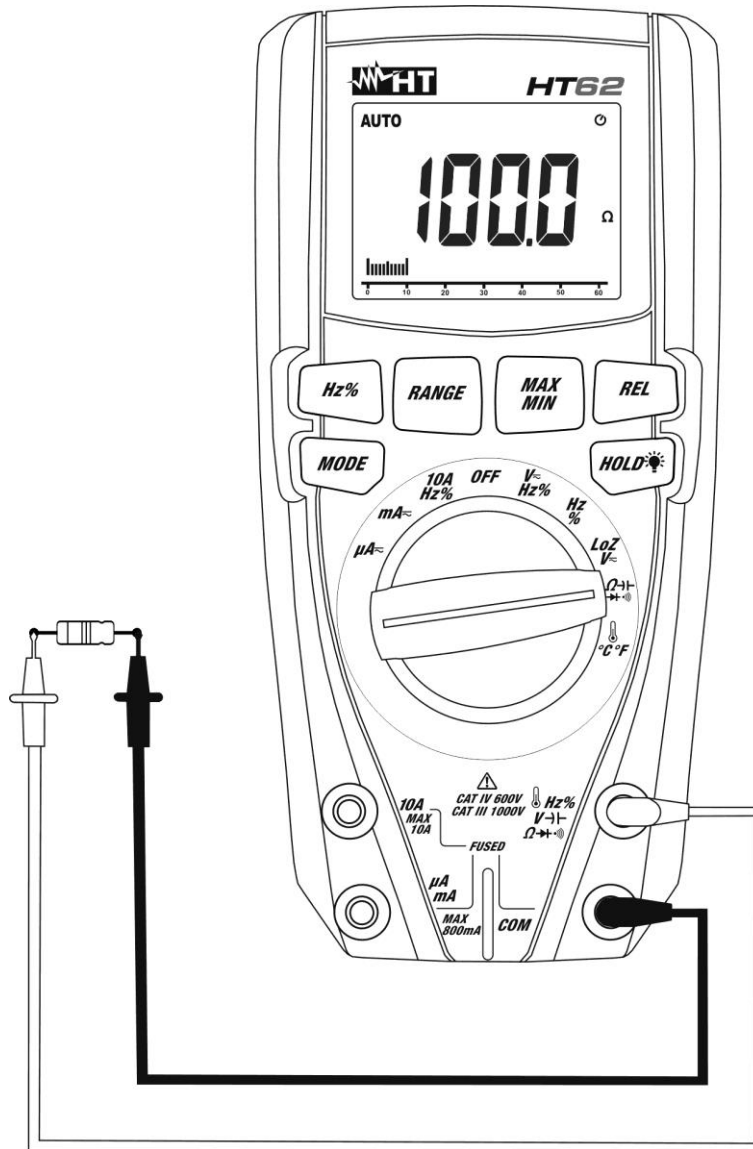

Fig. 6: Uso del instrumento para medida de Resistencia y Prueba Continuidad
3. Posicione las puntas de prueba en los puntos deseados del circuito en examen (vea Fig. 6). El valor de la resistencia se muestra en pantalla